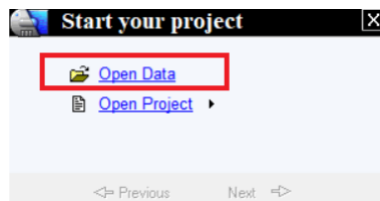

Рисунок 18
1. Запустить программу **GeneMarker**. Кликнуть по иконке «**Open Data**» в окне «**Start your project**» (рисунок 18).